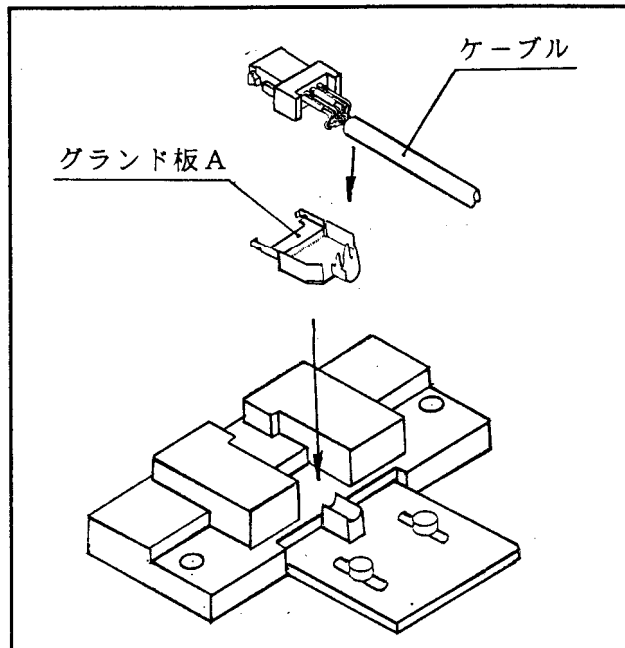

図 4
- ①予め、『2-1ハーネス工程について』の工程No. 1～3を行って下さい。
- ②図4の様にグラウンド板Aと半田付けを終了したケーブルをセットして下さい。
- ③プレスのハンドルを下げ、ケーブルを加締めて下さい。